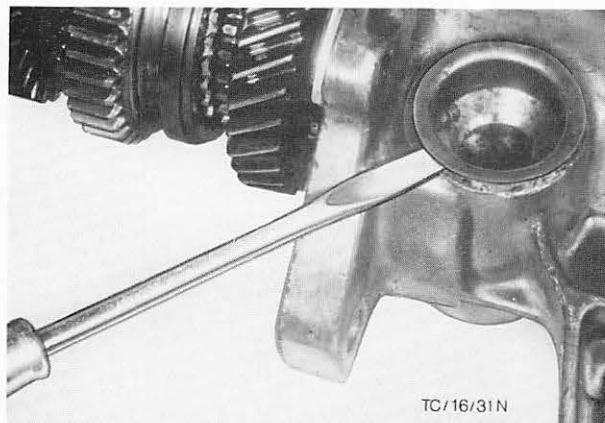

Abb. 91 Verschlußkappe – Tachoantriebsritzel entfernen
18. Tachoantriebsritzel nach Entfernen der Verschlußkappe aus dem Verlängerungsgehäuse herausziehen. Abb. 91.